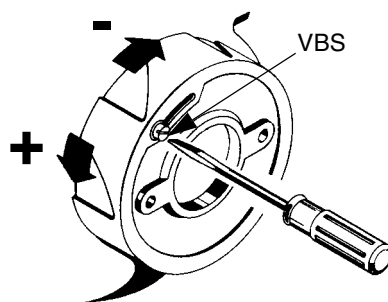

Рис. 23
- 13) Проверая постоянно анализы выбросов, отрегулировать расход воздуха, воздействуя на винт **VBS** (Рис. 23); закручивать его для уменьшения расхода и откручивать - для увеличения.